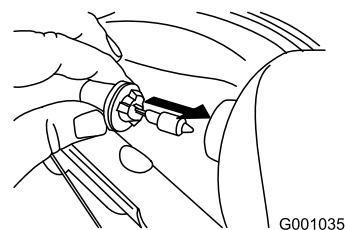

Figura 61
4. Inserite la nuova lampadina nel retro del faro (Figura 61).